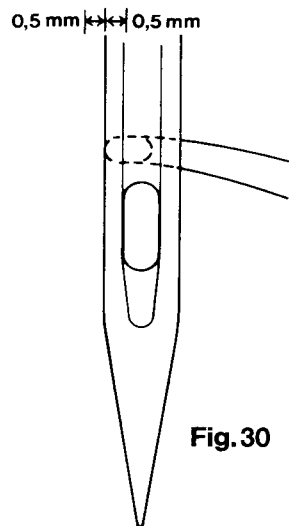

Fig. 30
Die Greiferspitze muß nun genau mit der linken Kante der Nadel abschließen (siehe Fig. 30).
- Turn the balance wheel until the hook point is opposite the left side of the ascending needle (Fig. 30).